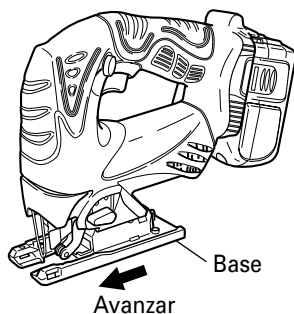

Fig. 16
- (2) Mueva la base completamente hacia adelante (Fig. 16), y vuelva a apretar el perno de la base.